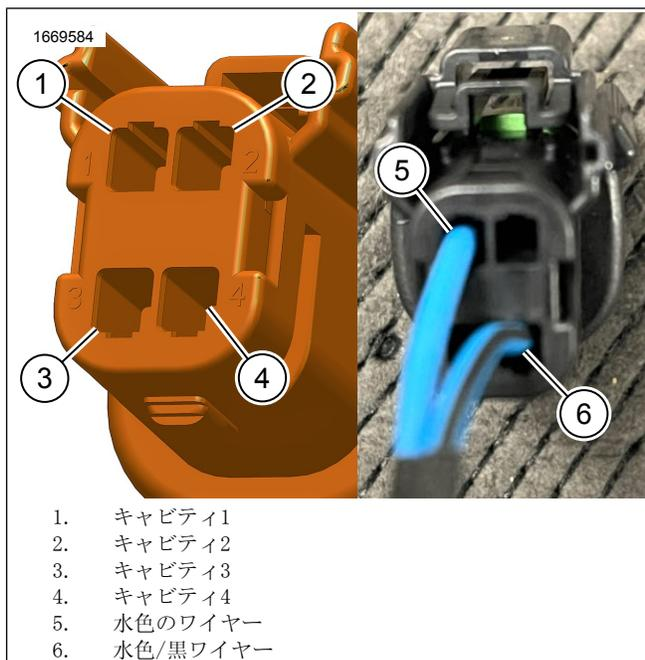

図22. ハーネス 69203031の再配線
1. 図22を参照してください。コネクタからターミナルを取り外すには、特殊工具を使用してください。